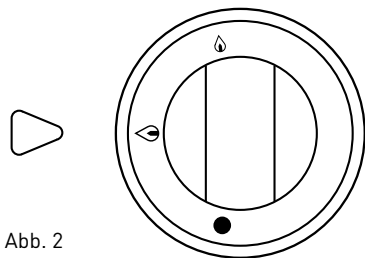

Abb. 2
- Jetzt dreht man den untersten Drehknopf EIN/AUS des Heizmechanismus (3), der sich an der Seite des feststehenden Rahmens (1) befindet, auf das Zeichen „große Flamme“ (Abb. 2).
- Das Gas gelangt jetzt aus dem Heizkörper. Sofort ist das Gas zu entzünden (2) und etwa 10 bis 15 Sekunden in der eingedrückt Stellung abwarten bzw. danach den Drehknopf in dieser Stellung wieder freigegeben.
- Der untere Mechanismus des Spießes (10) ist mit Hilfe des Befestigungsgriffes (11) fest zu stellen, und zwar in der Stellung, bei der das Fleisch Döner Kebab eingelegt wird.